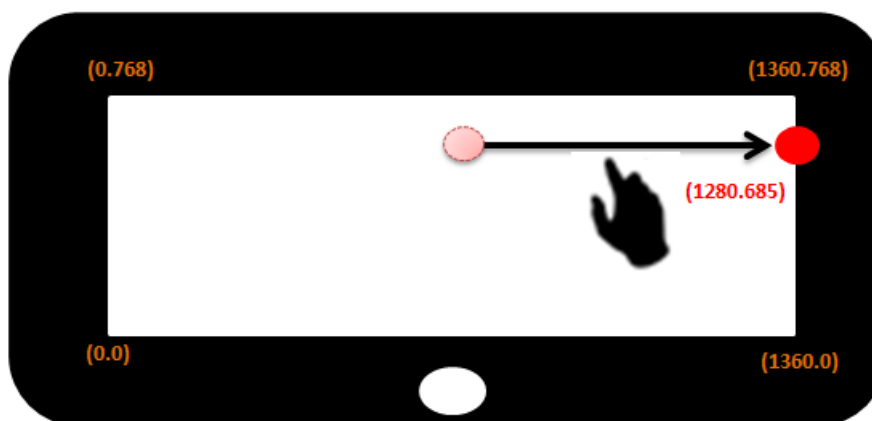

Figure 5-22: 從觸控屏內向水平最終通道邊緣劃線偏差示意圖
- ◆ 下圖 Figure 5-22 示意從觸控屏內向水平最終通道邊緣畫線偏差圖。範例中邊框報點座標並未報到水平最終通道邊緣點。需要微調 INTERPOLATION_X_LAST_SCALE，使座標報點可到達邊緣。